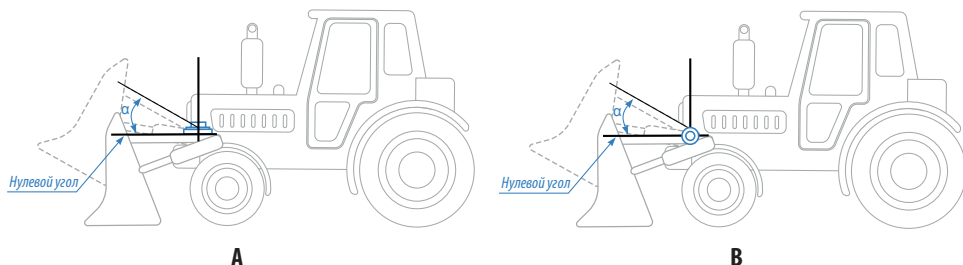

Рис.4. Пример установки датчика угла.
- Во всех режимах датчик осуществляет измерение угла наклона (α) относительно горизонтальной плоскости, обозначающей нулевой угол, кроме режимов «Тангаж» и «Крен». Начальное положение датчика при установке может быть произвольным, что позволяет установить его на любой подходящей плоскости. Например, на **Рис.4, (А)** датчик установлен на горизонтальной площадке, на **Рис.4, (В)** – на боковой площадке.